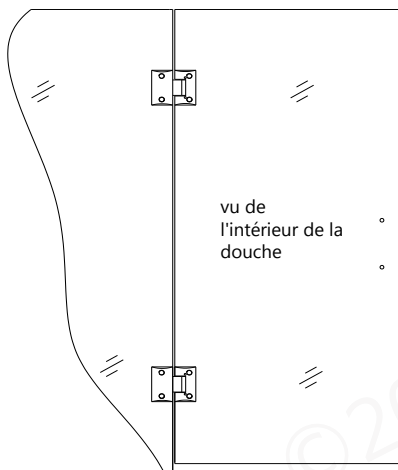

Figure 1
1. Assurez-vous que la porte vitrée est d'aplomb et que la bordure de la charnière est égale et symétrique avec la bordure de la vitre. Serrez les vis de la tête. **(Figure 1)**